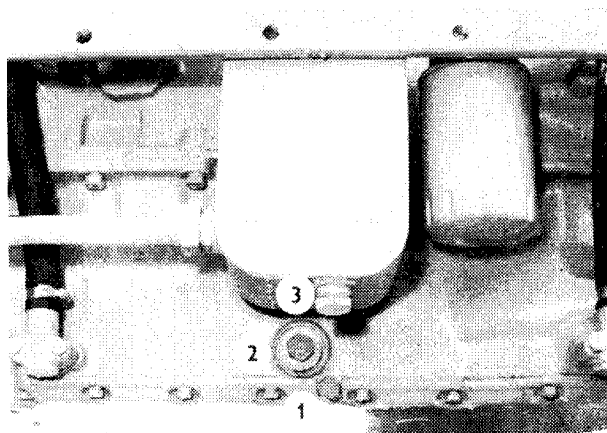

Fig. 9
6. Vis de vidange du liquide de refroidissement hors du couvercle inférieur de moteur (fig. 9/1) sur les tracteurs Z 8011 et Z 8045.
10. Vis de vidange de l'huile hors du couvercle inférieur du moteur sur les tracteurs Z 8011 et Z 8045 (fig. 9/2).
15. Vis de vidange de l'huile hors du réservoir de la direction assistée (fig. 9/3).